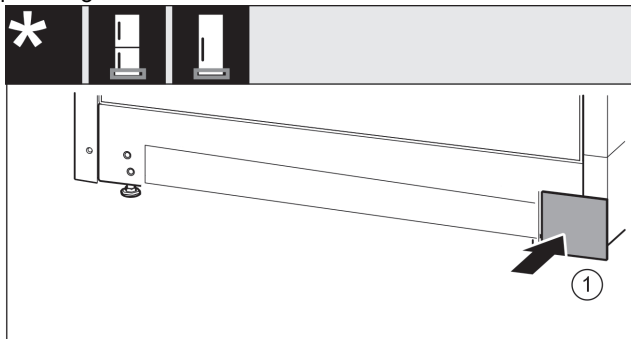

Fig. 35
- ▶ Remettre le cache Fig. 35 (1) en place de l'autre côté.